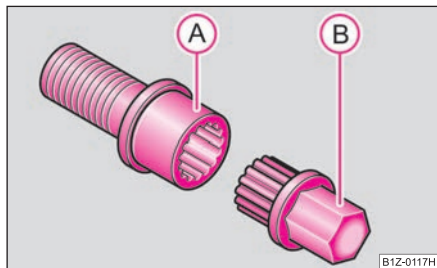

Abb. 198 Sicherheitsradschraube mit Adapter
- Stecken Sie den Adapter **B** mit seiner verzahnten Seite bis zum Anschlag so in die innere Verzahnung der Sicherheitsradschraube **A**, dass nur noch der äußere Sechskant herausragt ⇒ Abb. 198.